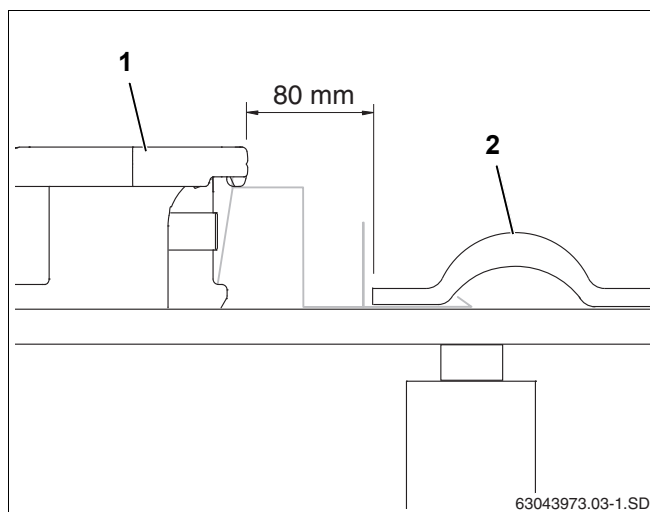

Рис. 22 Укладка и крепление первого коллектора
- ▶ Первый коллектор (рис. 22, поз. 1) должен встать в крепление от сползания на расстоянии 80 мм от крайней (возможно, вырезанной) черепицы (рис. 22, поз. 2).